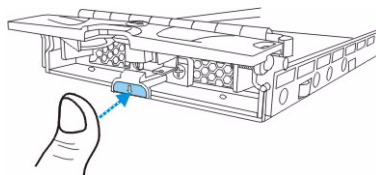

Figure 6.2 Ouverture du clapet avant du tiroir
2. Ouvrez le clapet avant du tiroir en appuyant sur le bouton situé sur sa façade avant. Le bouton est facile d'accès. (Voir *Figure 6.2*)